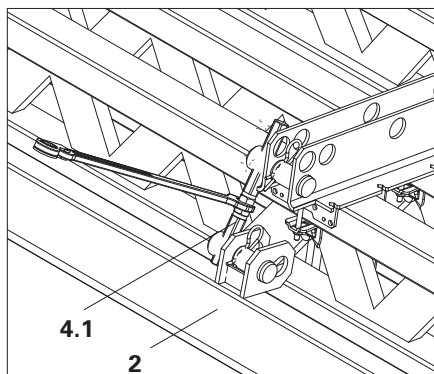

Fig. A6.02a
1. Con el husillo regulación 210 (4.1) ajustar 14,5 cm de distancia entre el canto superior del perfil de borde (2) y el canto inferior de la plantilla, ver A6.04. (Fig. A6.02a + A6.02b)